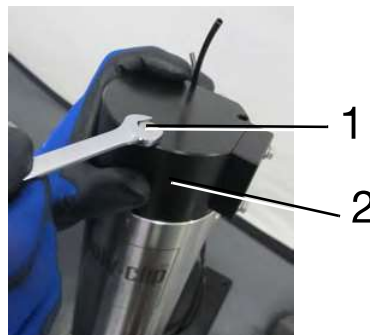

Bild 7-20 1 Schraube
- Ventilkopf (2) festhalten und Schraube (1) mit dem Maulschlüssel herausschrauben (Bild 7-20).